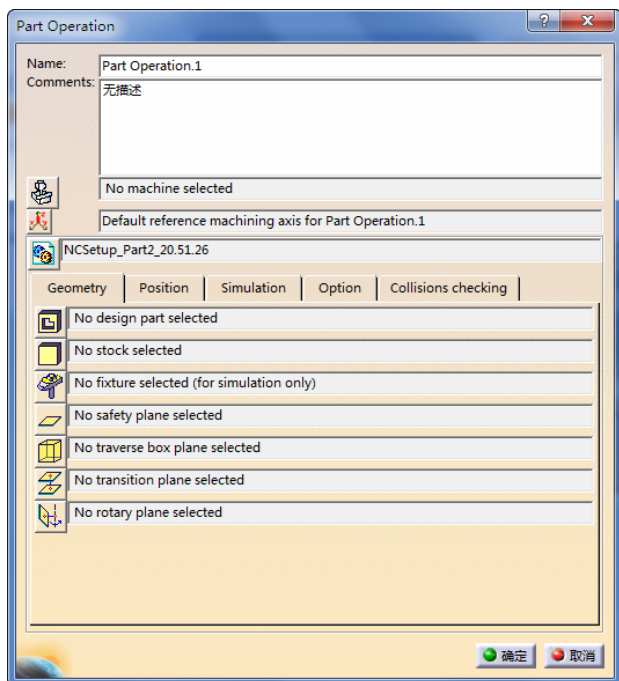

图 3-93 “Part Operation”对话框（2）
1) 在特征树上双击“Part Operation.1”节点, 弹出“Part Operation”对话框(2), 如图3-93所示。